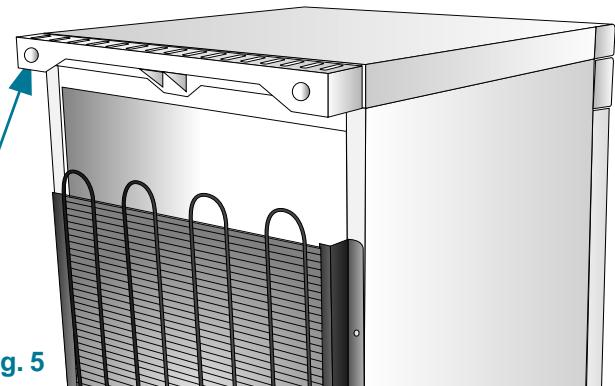

fig. 5
- E) Non coprite mai la griglia d'aerazione sistemata sulla parte posteriore del piano di lavoro (table top) fig. 5.
- E) Under no circumstances should the ventilation grid at the back edge of the work surface ever be covered (fig. 5).